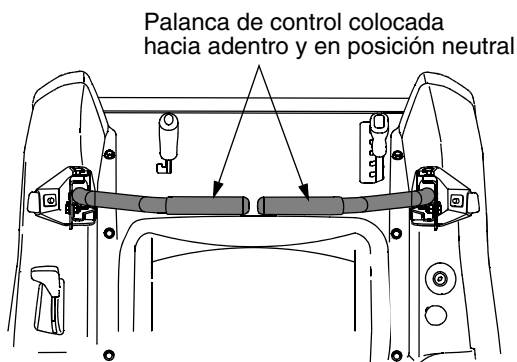

Figura 12
- Coloque las palancas de control de transmisión del lado derecho y del lado izquierdo hacia adentro, en posición neutral. Vea Figura 12.